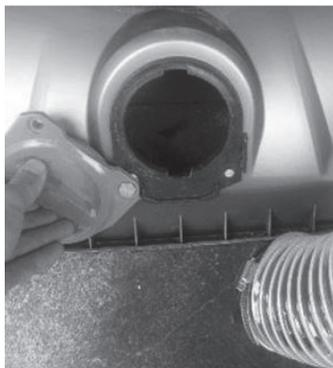

Рис. 26
- Поверните заглушку впускного патрубка против часовой стрелки (рис. 26).